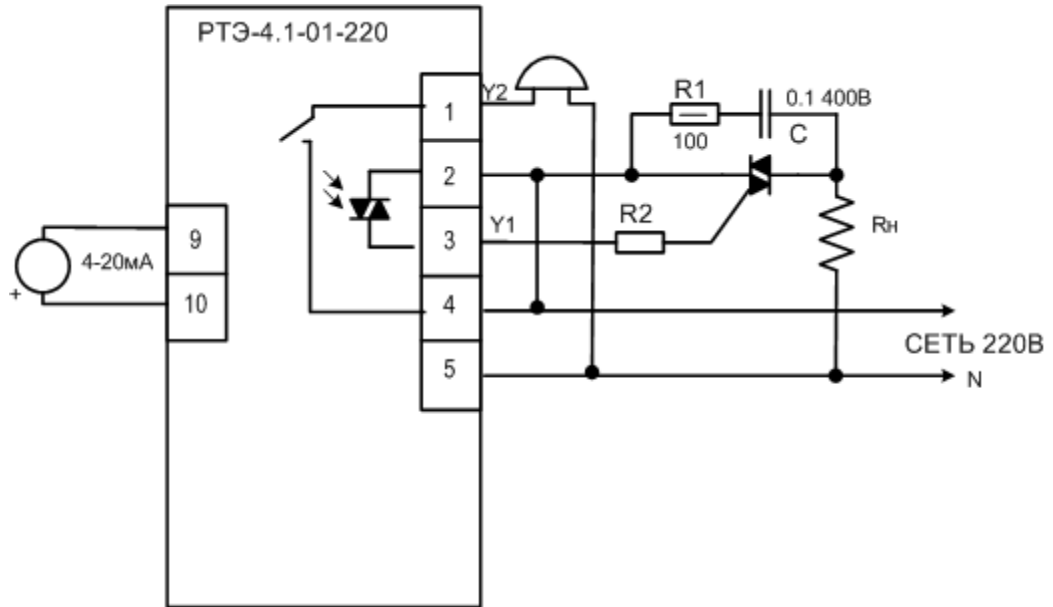

Рисунок 4
- подключить соединительные провода к клеммам в соответствии со схемой подключения прибора (примеры подключения приведены на рис. 4 -7).